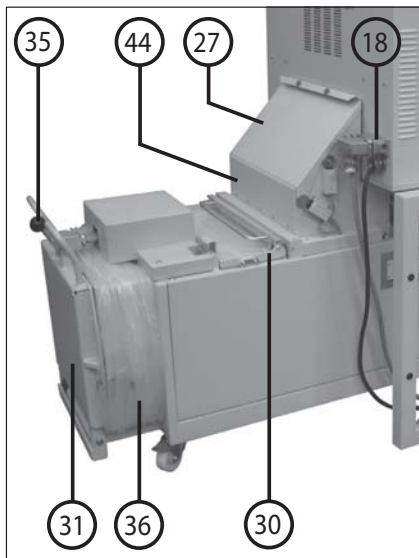

Abb. 2
Wenn der Raum innerhalb des Trichters (44) (Abb. 2) wegen eines Rückstaus in der Einfüllöffnung des Verdichters vollständig mit Schnittgut gefüllt ist schaltet die Anlage durch die angehobene Abdeckklappe (27) ab (Abb. 2). Die Kontroll-Anzeige (9) „Rückstau Auslauf“ blinkt.